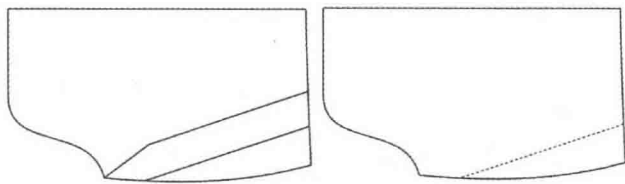

图 7-20 袋布处理 1
(19) 选择  【移动】工具，按住【Shift】键，进入【复制】功能。把袋布复制到空白处。并用  【橡皮擦】工具将不要的线段删除 (图 7-20)。